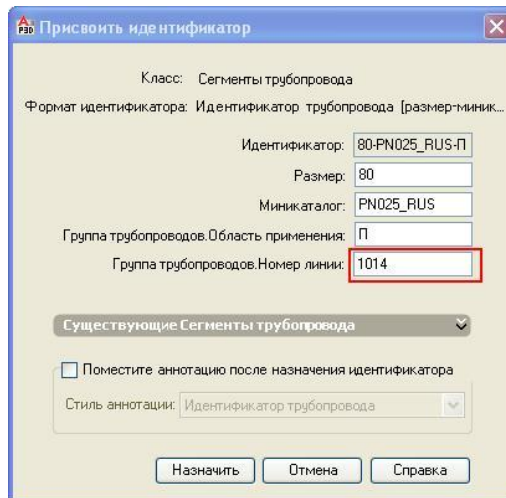

Рис. 35
- В открывшемся диалоговом окне **Присвоить идентификатор** введите в поле **Номер линии** – 1014 (Рис. 35).